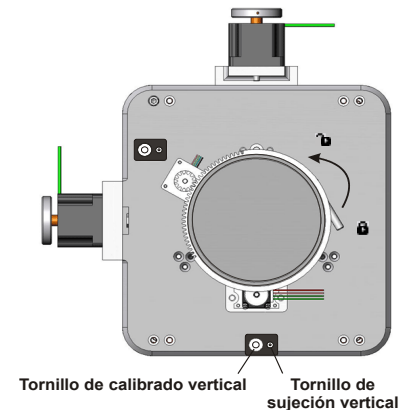

Figura 2-27 Calibrado vertical
1. Afloje el **tornillo de sujeción vertical**. Consulte la **Figura 2-27**.
8. Ajuste el **tornillo de sujeción vertical** para fijar la montura de la lente in situ y compruebe el calibrado de nuevo (**Figura 2-27**).